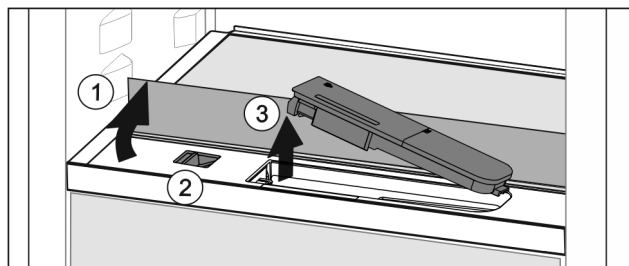

Fig. 41
- ▶ Ridicați placa de sticlă și rabatați în spate până la opritor Fig. 41 (1).
- ▶ Împingeți zăvorul Fig. 41 (2) spre stânga.
- ▶ Scoaterea rezervorului de apă Fig. 41 (3).